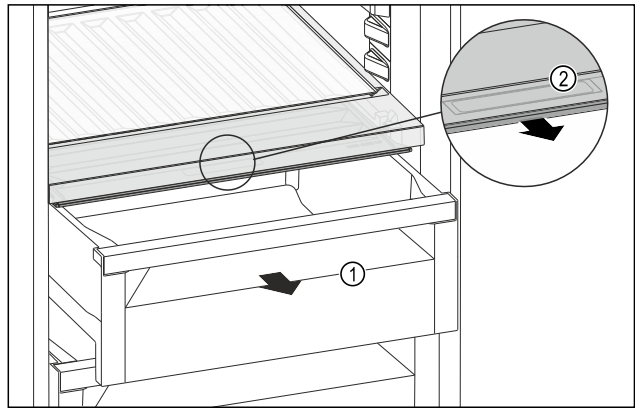

Fig. 133
- Schubfach Fig. 133 (1) herausziehen.
- Griffmulde Fig. 133 (2) am Fachdeckel anfassend und gleichzeitig nach vorne ziehen.